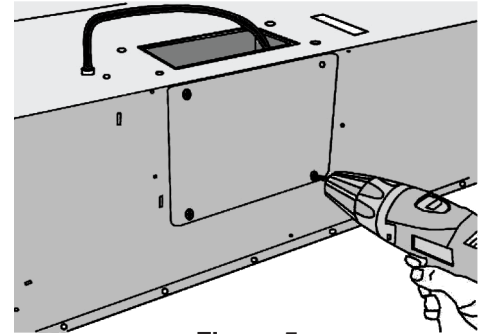

Figure 5
- Retirez la plaque de recouvrement en retirant les 4 vis (Voir Figure 5).